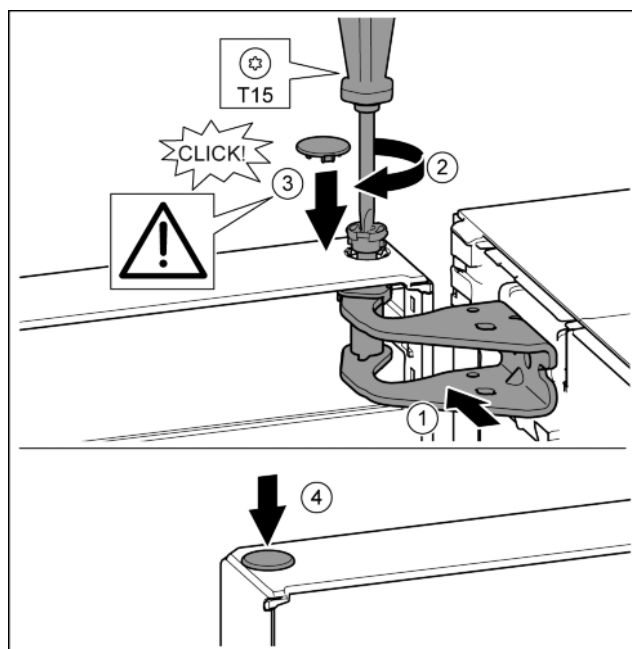

Fig. 17
- Deur boven uitlijnen op de opening in de lagerbus. Fig. 17 (1)
- Bouten aanbrengen en met schroevendraaier T15 vastschroeven. Fig. 17 (2)
- Veiligheidsafdekking voor de veiligheid van de deur monteren: Veiligheidsafdekking aanbrengen en controleren of deze op de deur rust. Anders bout volledig aanbrengen. Fig. 17 (3)
- Stop aanbrengen. Fig. 17 (4)